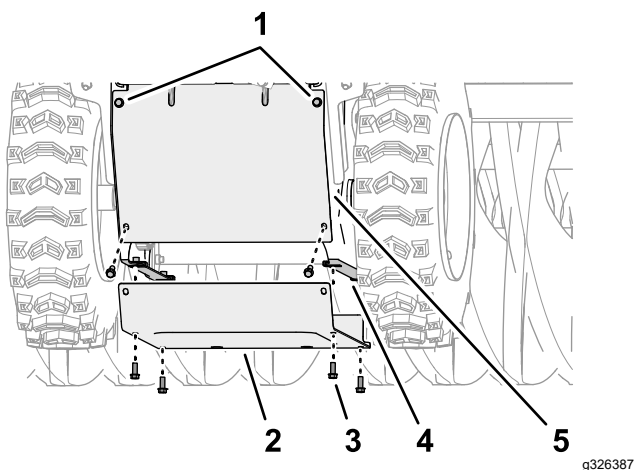

Figura 47
(1/4" x 5/8") che fissano la protezione posteriore alla macchina (**Figura 47**).
6. Rimuovete le 6 viti a testa cilindrica con flangia (1/4" x 5/8") che fissano il coperchio inferiore alla macchina e rimuovete il coperchio (**Figura 47**).